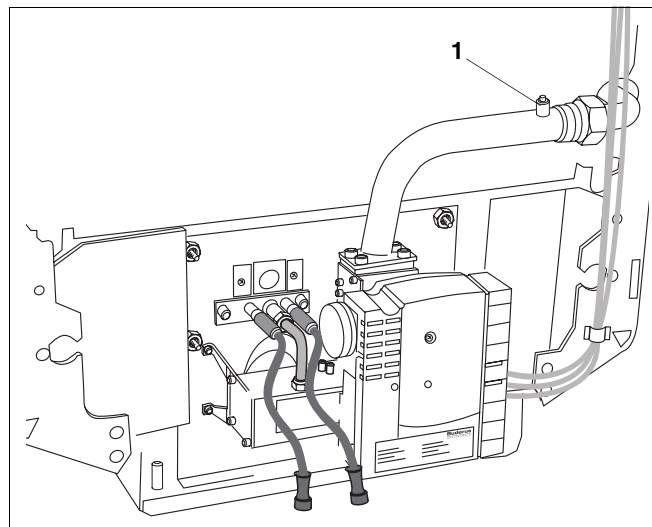

Abb. 30 Gasbrenner
- Verschlusschraube des Prüfnippels (Abb. 30, Pos. 1) lösen.